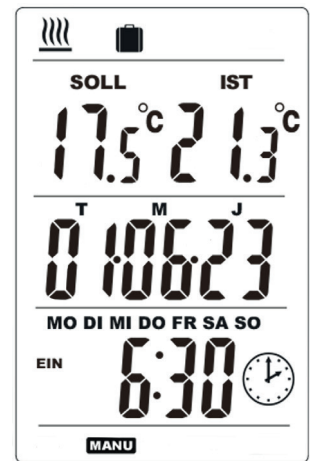

Abb. 16: Urlaubsmodus manuell
6. Manueller Urlaubsmodus (Abb. 16):
2. Mit **+/-** den **TEST** Modus einstellen (Abb. 16). **START** drücken. Im Display wechselt **ON/OFF**.